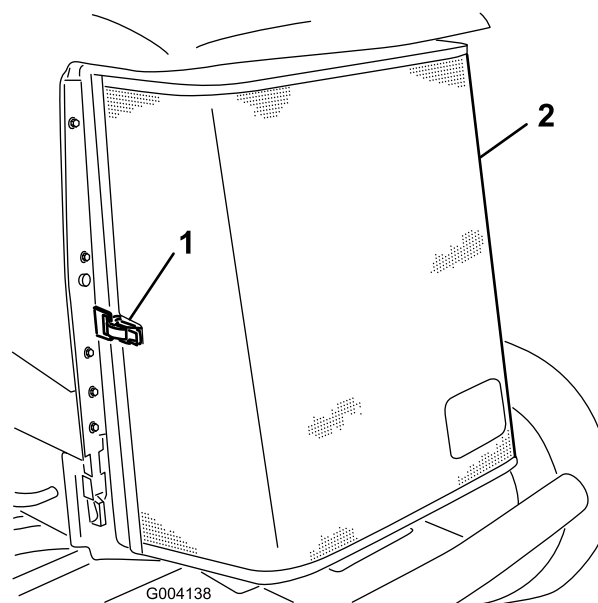

Figura 112
5. Desenganche la rejilla trasera y gírela para abrirla (Figura 112).